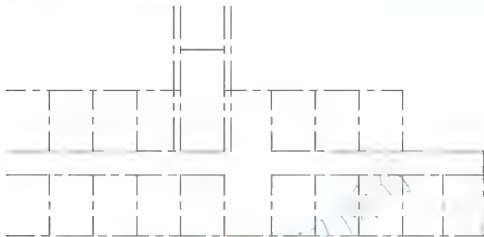

图 2.34 偏移生成⑪和⑫轴线
(1) 执行【偏移】命令(快捷键 O)，将⑤轴线向左偏移 600mm，⑥轴线向右偏移 600mm，形成⑪和⑫轴线，结果如图 2.34 所示。